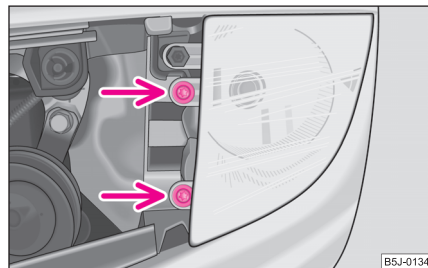

Fig. 177 Demontarea becului farului de ceață
- Desfaceți șuruburile ⇒ fig. 177 și scoateți farul de ceață. ►
- Înșurubați șuruburile ⇒ pagina 210, fig. 177 și montați grila ⇒ pagina 202. ■